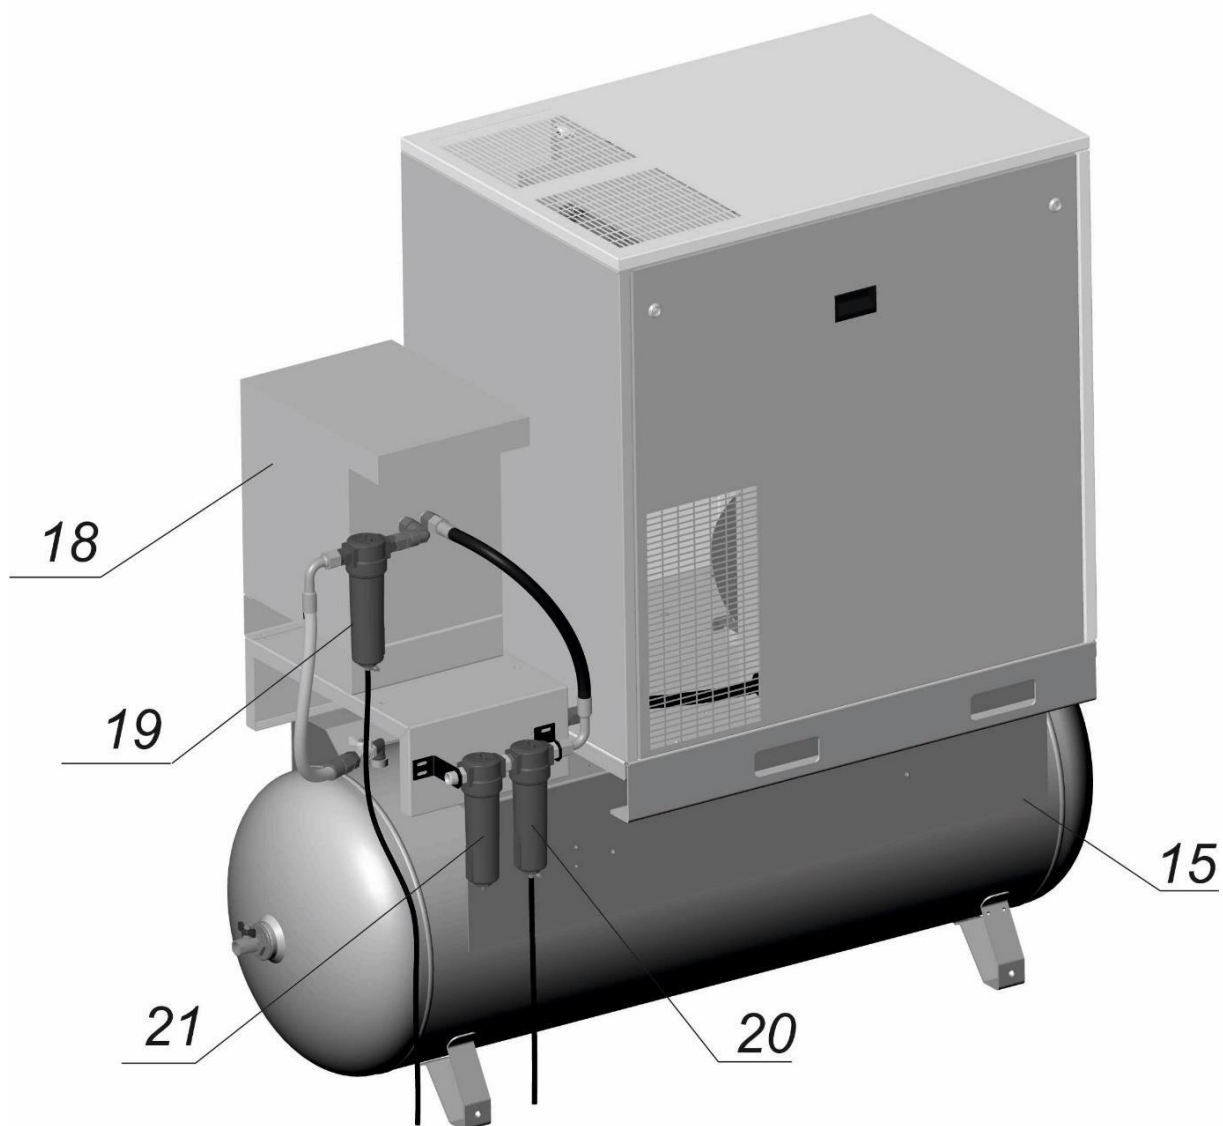

Рисунок 4 – Общий вид компрессорной установки ВК20Т-16-500Д2
**19 – Фильтр сжатого воздуха (3мкм)** (см. рисунок 4) предназначен для удаления из воздуха, поступающего в осушитель, капельной влаги, твердых частиц и масла.
**20 – Фильтр сжатого воздуха (микрофильтр, 0,1мкм)** (см. рисунок 4) предназначен для устранения твердых частиц, воды, масла, углеводородов и паров.
**21 – Фильтр сжатого воздуха (микрофильтр, 0,01мкм)** (см. рисунок 4) предназначен для устранения твердых частиц, воды, масла, углеводов и паров.